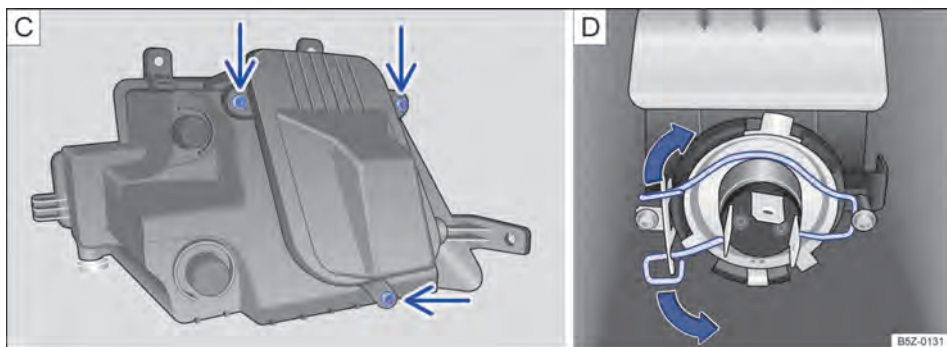

Fig. 153 No para-choque dianteiro: Ⓒ retirar os parafusos da cobertura da lâmpada e Ⓓ lâmpada do farol de neblina.
6. Retirar os parafusos indicados pelas setas → Fig. 153 C, para acessar a lâmpada do farol de neblina.
8. Comprimir a mola de travamento no sentido da seta e deslocá-la para destravar a lâmpada → Fig. 153 D.